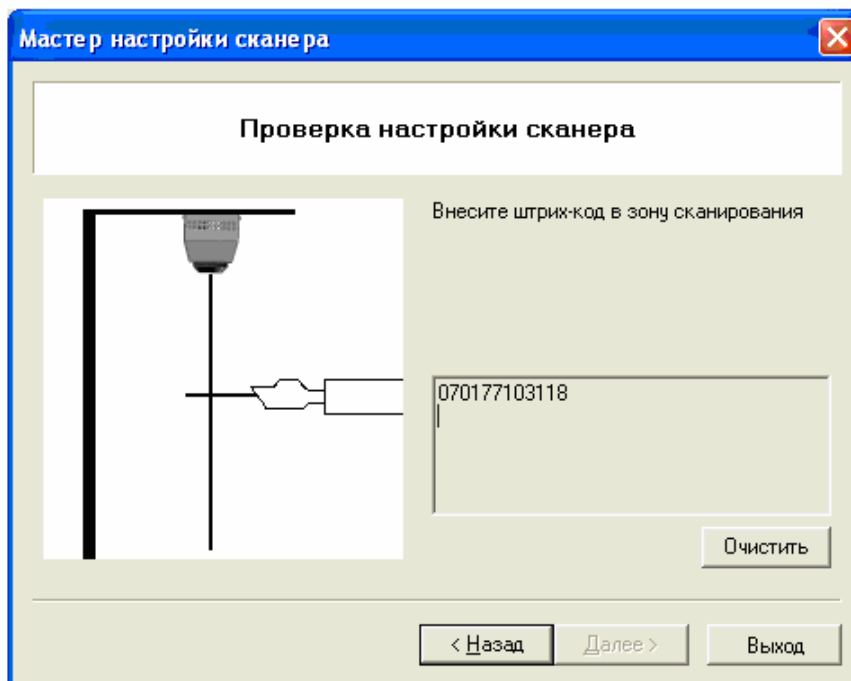

Рис. 13 Проверка настройки сканера
7. **Проверка настройки сканера.** (Рис. 13) Для проверки работы сканера внесите произвольный штрих-код в зону сканирования, имитируя работу кассира. При считывании штрих-кода сканер подаст звуковой сигнал, и в специальном поле на вкладке появится считанная информация.